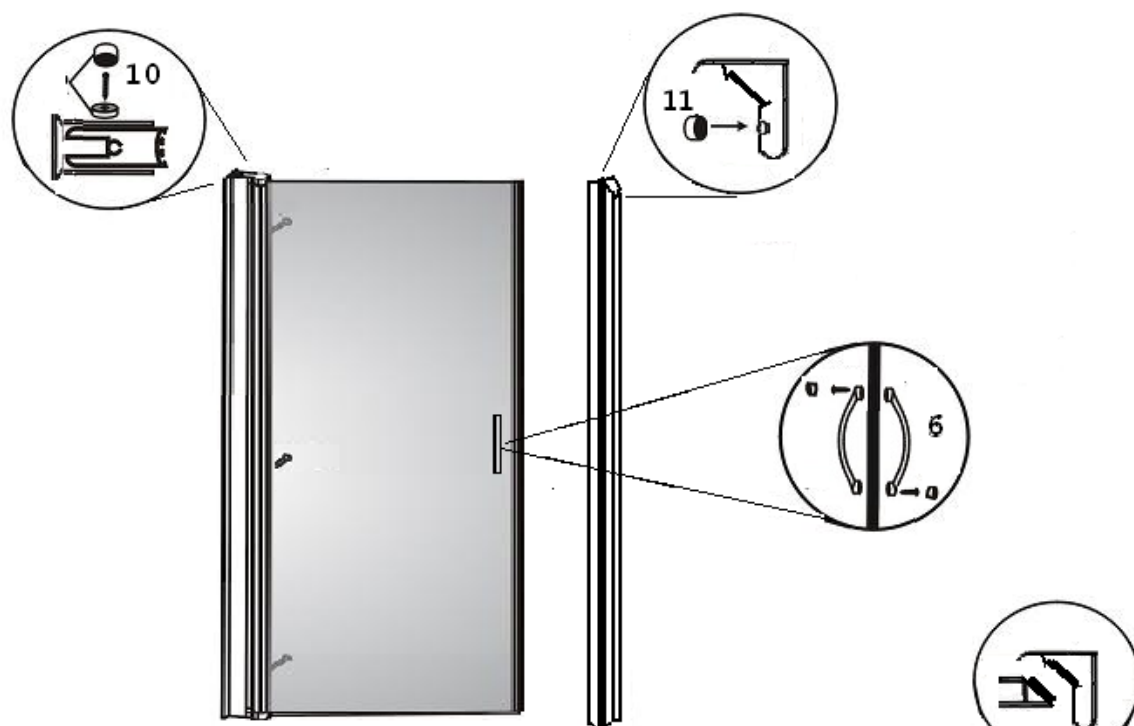

Рис. 5
6. Просверлите насквозь отверстия в пристенном и вертикальном профилях /1/ и /2/. С помощью саморезов 4*12 с шайбами /10/ соедините между собой вертикальный профиль /2/ с пристенным профилем /1/ (рис. 5).